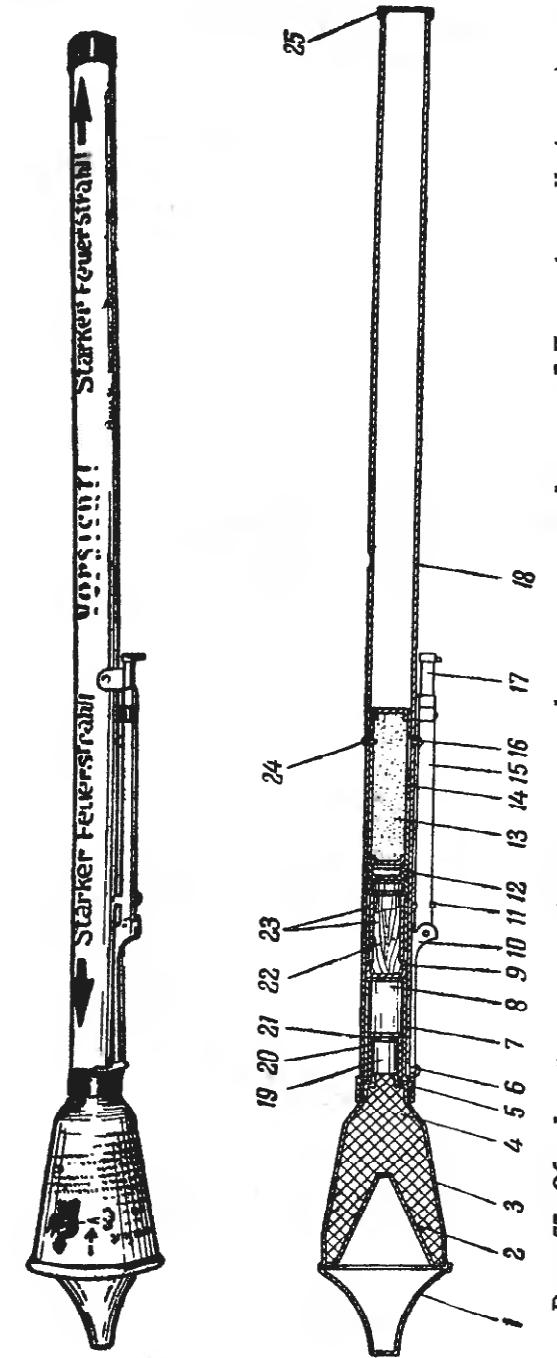

Рис. 77. Общий вид и разрез динамо-реактивной противотанковой гранаты «Панцерфауст II» (малая):
11. Динамо-реактивная противотанковая граната «Панцерфауст II» (малая) (рис. 77)